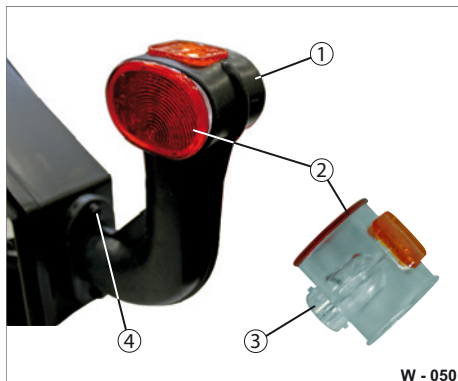

Abb. 48 Gummiarm abziehen
- ▶ Sprühen Sie den Gummiarm-Überzug (Abb. 48/1) mit Silikonspray reichlich ein - dies erleichtert das Ab- und Aufstülpen.
- ▶ Ziehen Sie den Gummiarm-Überzug vom Leuchtkörper (Abb. 48/2) mit Hilfe eines Schlitz-Schraubendrehers ab.
- ▶ Lösen Sie die Verschraubung (Abb. 48/3) und ziehen Sie den Leuchtkörper ab.
- ▶ Schrauben Sie den Leuchtkörper (Abb. 48/1) mit der Verschraubung (Abb. 48/3) auf. Achten Sie, dass die Dichtung richtig sitzt.